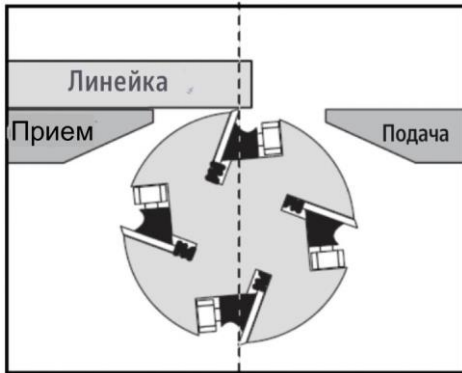

Рис. 10
19. Осторожно поверните шкив режущей головки и обратите внимание, соприкасается ли нож с линейкой, когда нож находится в самой высокой точке вращения (верхняя мертвая точка или ВМТ), как показано на рис. 10.